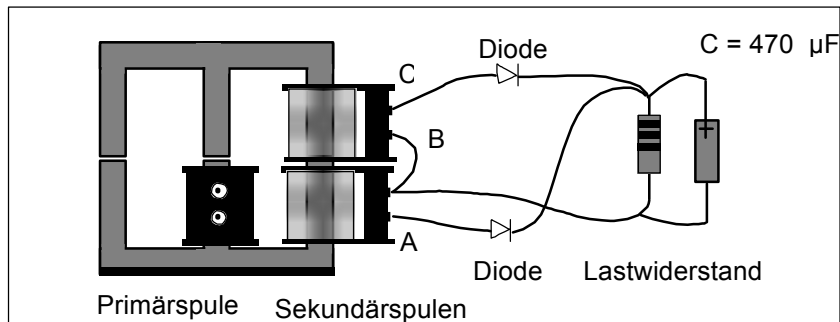

Abb. 7
15. Als Ergebnis erhalten wir ein vollwellen-gleichgerichtetes Signal, eine pulsierende Gleichspannung. Wir ergänzen die Schaltung wieder um einen Kondensator von $470 \mu\text{F}$ (Abb. 7)